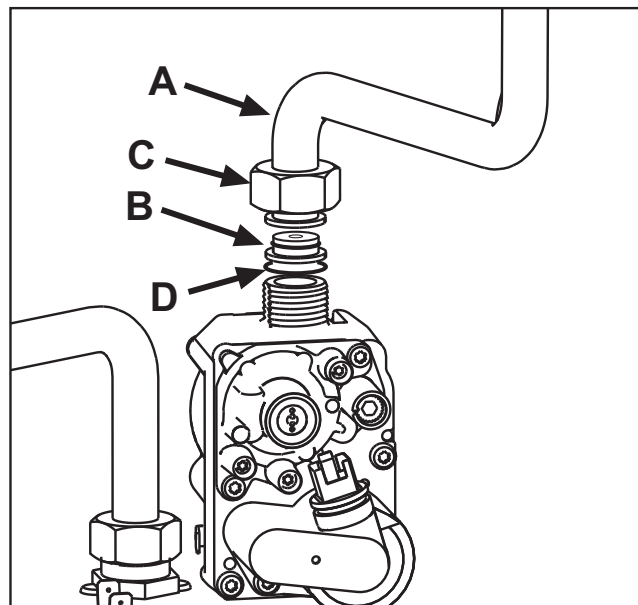

рис. 22
3. Открутить колесико C и вынуть газовую трубу A из газового клапана (см. рис. 22).
4. Заменить форсунку B, вставленную в газовую трубу, на форсунку, входящую в комплект для переоборудования на другой вид газа, вставив прокладку D (см.рис. 22).